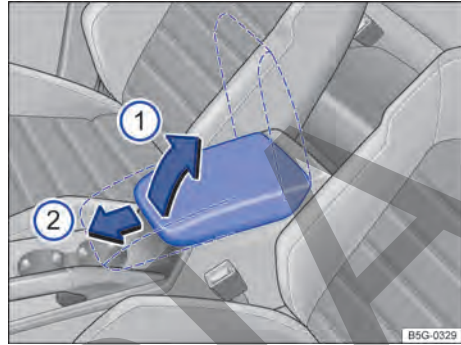

Fig. 79 Reposabrazos central delantero.
Para *levantar* el reposabrazos, pulse el botón de desbloqueo y tire del reposabrazos hacia arriba en el sentido de la flecha → fig. 79 ① encastre por encastre.